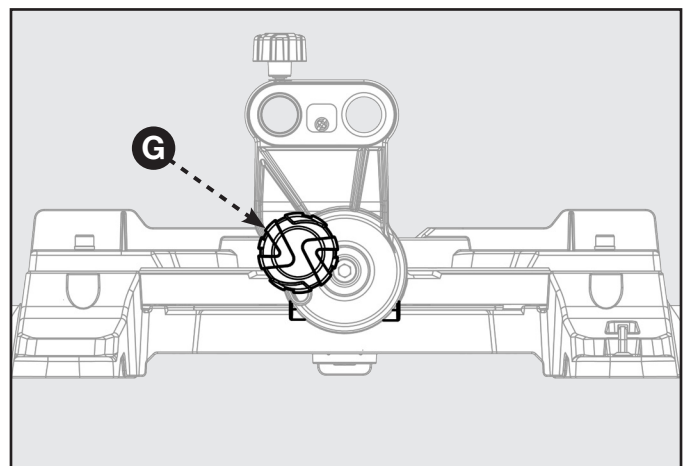

FIGURE 13
10. Si le haut ou le bas de la face de la lame n'est pas parfaitement aligné avec l'équerre, référez-vous à la figure 13 ci-dessous et effectuez les opérations suivantes.
11. Desserrez la manette de verrouillage de biseau (G).